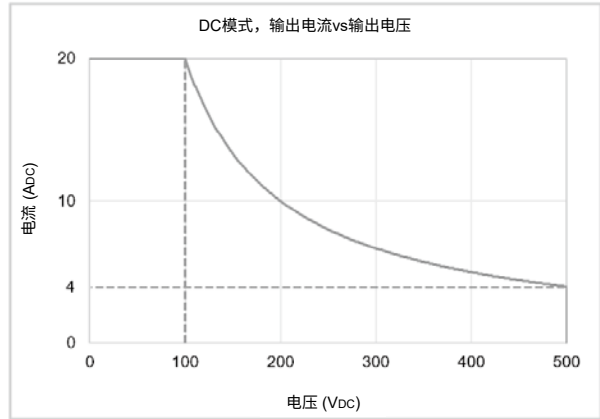
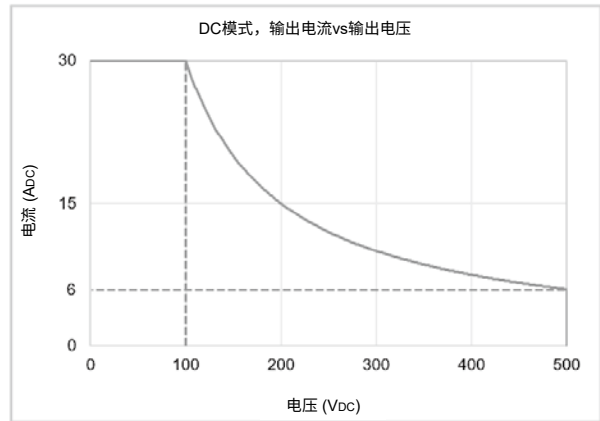
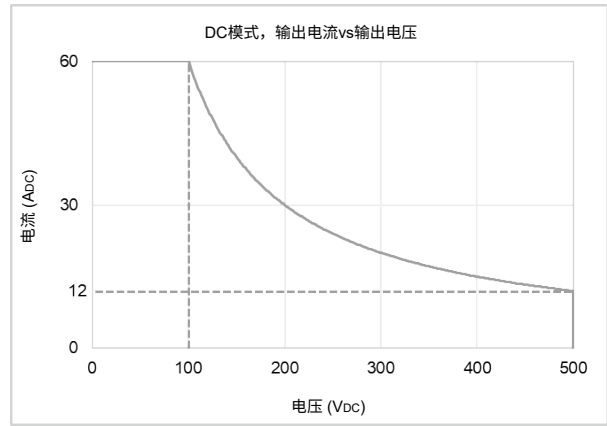

图2: 2kW DC特性
图4: 3kW DC特性
图6: 6kW DC特性
- *6: 最大DC电压设置范围与输出电流设定值相关.当输出电流设定值超过4A (2W) , 6A (3kW) , 12A (6kW) 或18A (9kW) 时, 输出电压设定值受额定输出功率的限制. 参照图2, 图4, 图6和图8。